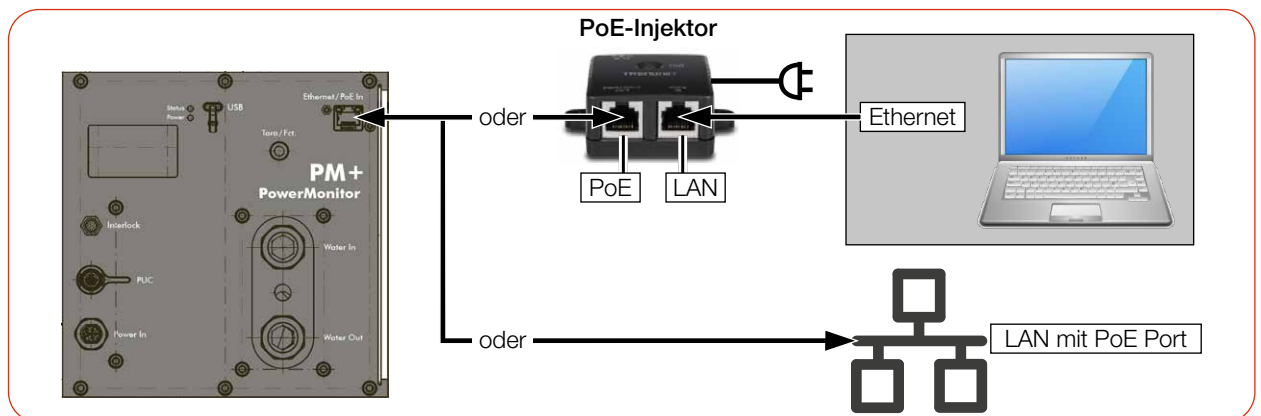

Abb. 7.5: Spannungsversorgung und Datenübertragung über PoE In
- ▶ Schließen Sie die Kabel gemäß der Abb. 7.5 auf Seite 29 an.